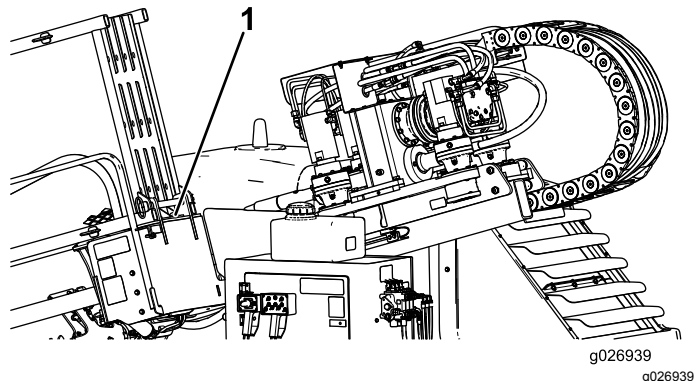

Figure 74
7. Rangez le dispositif de blocage de vérin à l'arrière du porte-tiges (Figure 74).